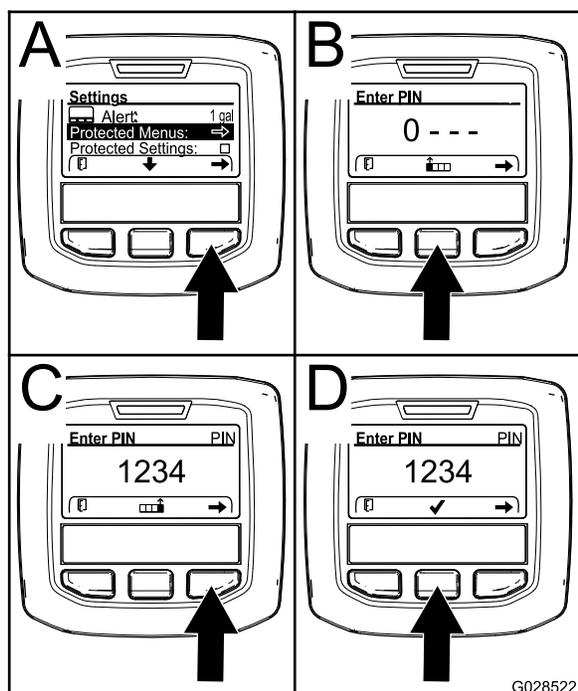

図 11
2. 右ボタンを押して保護メニューProtected Menuを選択する図 11のA。
- 数を大きくするには中央ボタン図 11のBを押す。
- カーソルを右の桁に移動させるには右ボタン図 11のCを押す。
注 中央ボタンの上に「チェックマーク」アイコンが表示されます図 11のD。
5. 中央ボタン図 11のDを押して設定を保存する。